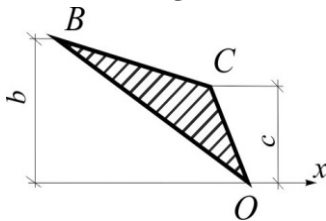

Рис.3.22
**3.20.** Найти момент инерции  $I_x$  треугольника  $OBC$ , если известна его площадь  $A$  и длины отрезков  $b$  и  $c$  (рис.3.22).